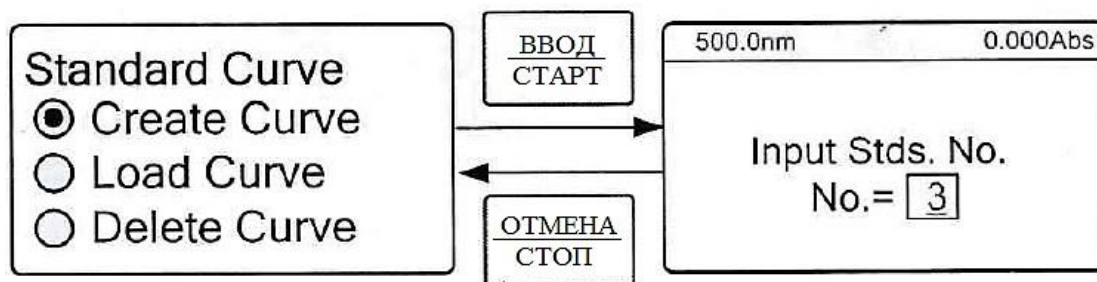

Рисунок 16. Окно выбора числа стандартных растворов
2.4.2.3. Для создания нового градуировочного графика выберите с помощью кнопок “▲” и “▼” строку “Create Curve” и нажмите кнопку “ВВОД/СТАРТ”. В появившемся окне на дисплее (Рисунок 16) спектрофотометр предложит задать количество растворов, по которым будет строиться градуировочный график. Задайте нужное значение с помощью кнопок “▲” и “▼”, подтвердите действие нажатием кнопки “ВВОД/СТАРТ”.